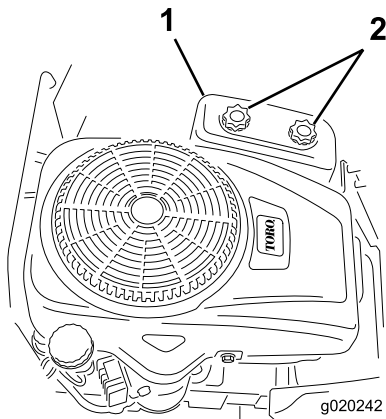

Figura 37
4. Togliete il coperchio del filtro dell'aria svitando le 2 manopole (Figura 37).
3. Montate il coperchio del filtro dell'aria e serrate le 2 manopole (Figura 37).